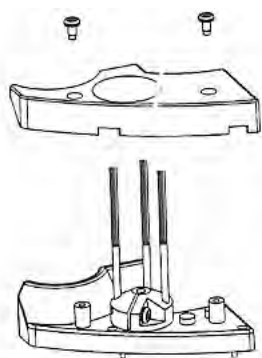

Fig. 1
1. Enlevez les deux vis (Fig. 1).